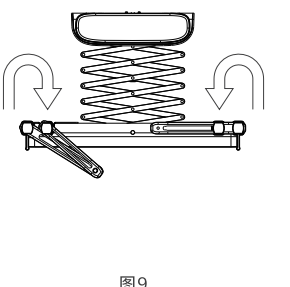

图9
4. 如图9，当不需要晾被子时，可将晾被杆翻转放回被杆固定座。